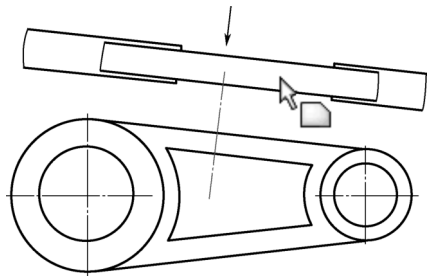

图 8-38 视图的预览
- [4] 当移动指针时，视图的预览在选取【拖动视图】/【显示其内容】时会显示，如图 8-38 所示。